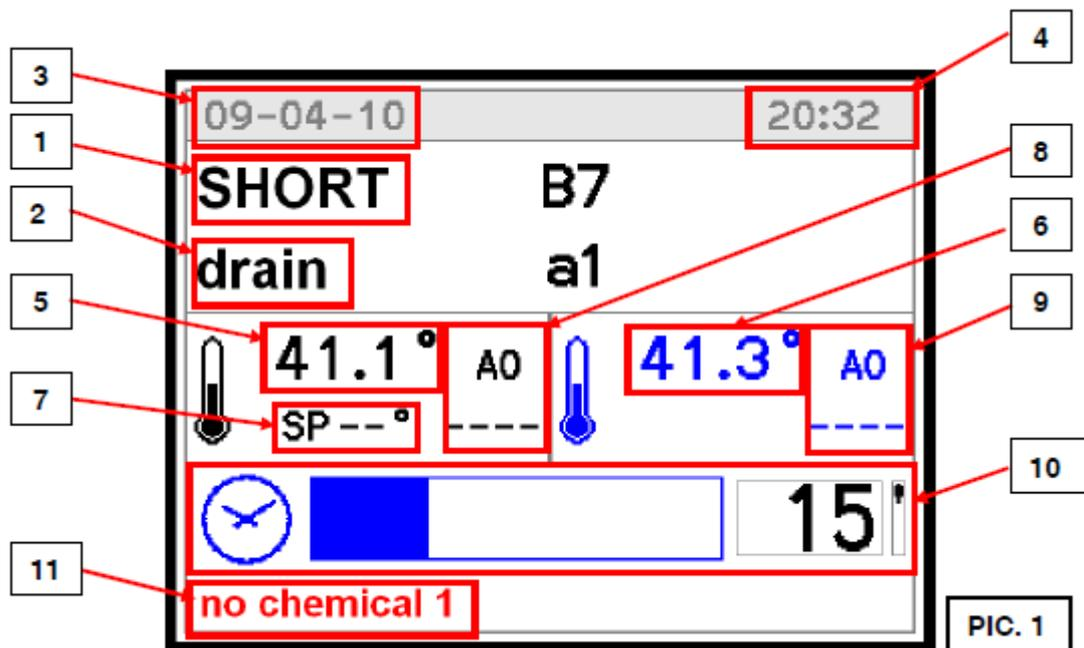
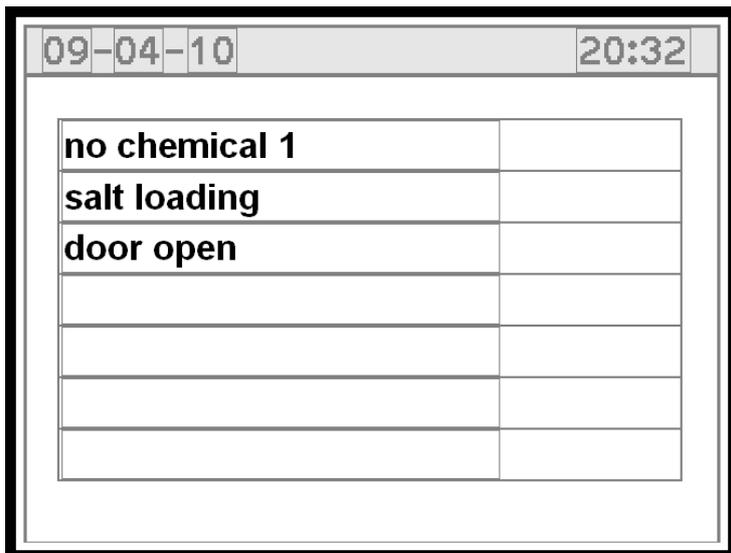

Рис.1.
Рис.3.
При двойном нажатии на клавишу PRG на экран выводится список ошибок и предупреждений, возникших во время выполнения цикла (рис.3).
В случае ошибки, за которой не следует блокировка (отсутствие моюще-дезинфицирующего средства), сообщение появится внизу экрана ((11) на рис.1) или при двойном нажатии на клавишу PRG (рис.3).